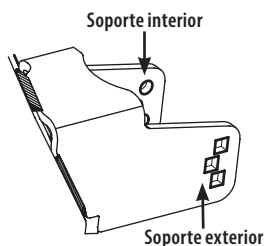

Figura 17
**NOTA:** en las ruedas de calibración de la plataforma del lado izquierdo y lado derecho, el tornillo con reborde debe instalarse desde el exterior del tractor hacia adentro, por el orificio cuadrado que está sobre el soporte. En las ruedas de calibración centrales de la plataforma (si se incluyen), el lado del tornillo con reborde del montaje puede instalarse desde cualquier dirección (Figura 17).